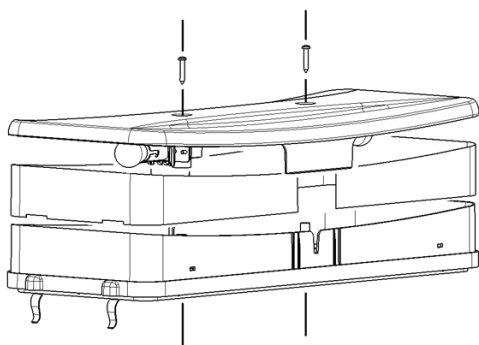

figura 11
- 1 Substitución de las lámparas de la tapa luminosa (ver figura 11):